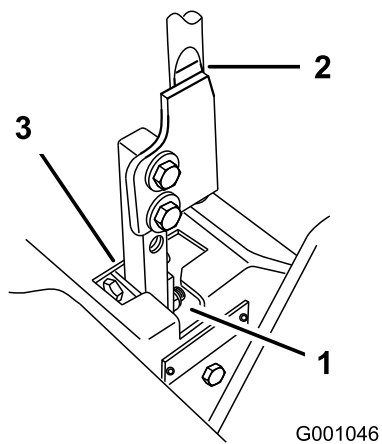

Figura 81
5. Mueva la palanca a la posición de punto muerto, pero no bloqueada (Figura 81).
6. Tire hacia atrás de la palanca hasta que el pasador (en el brazo debajo del eje pivotante) entre en contacto con el extremo de la ranura (empezando justo a tensar el resorte) como se muestra en Figura 81.
7. Compruebe la posición de la palanca de control con relación a la muesca de la consola (Figura 81).